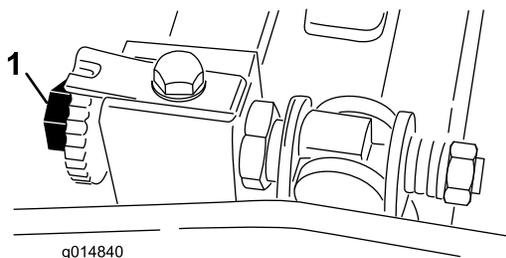

図 45
3. カuttingユニットの右端から数えて1番目と2番目の下刃ねじの間でリール刃と下刃とを交差させる 図 45。
6. シムを左右に滑らせながら、シムに軽い圧迫シムが挟まれる感じを感じるまで、右側のベッドバー調整ねじを回す 図 45。